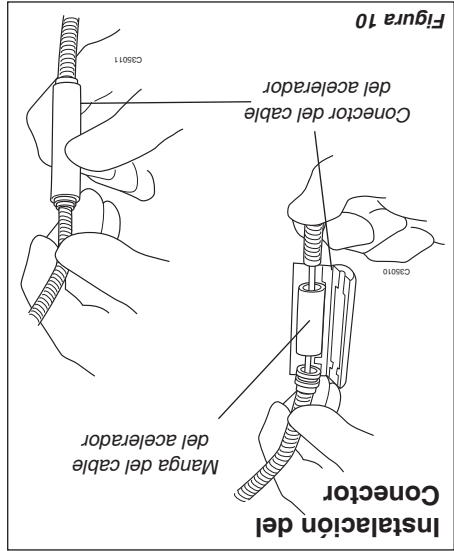

Figura 10
6. Cierre el cable conector del acelerador presionando con la mano. Ver la figura 10.